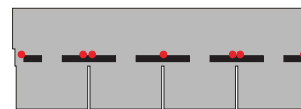

Fig. 6
• Pentru pante mai mari de 160% (60 grade) fixarea placilor de face la 6 cuie pe placa conform Fig. 6